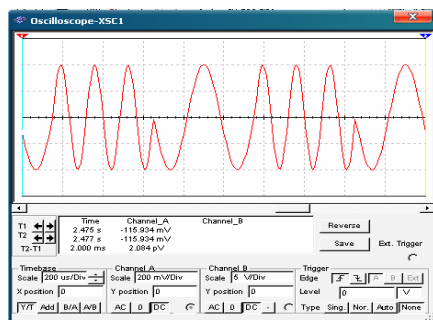

图 5-118 FSK 信号
FSK (键控) 调制信号, 如图 5-118 所示。FSK 调制信号的载波频率为 6kHz、幅度为 800mVpp, 跳跃频率 (FSK 频率) 为 3kHz, 两个输出频率的转换速率 (转换频率) 为 2kHz。具体操作设置如下:
3) 转换速率设定：再次单击“Shift” **Shift** 按钮后，单击“Enter” **Enter** 按钮进行菜单操作，显示屏显示 Menu 后立即显示 A: MOD Menu，单击 **▼** 按钮，显示屏显示 COMMANDS 后立即显示 1: AM SHAPE，单击 **>** 按钮选择 7: FSK RATE，单击 **▼** 按钮，显示屏显示 PARAMETER（参数）后立即显示 ^100.00000Hz，其中 ^ 符号闪动，闪动的位是随机位，不一定是 ^ 符号。单击 **>** 或 **<** 按钮让闪动位成为要调整的位即可，输入 2kHz 转换频率，设置完成后，单击“Enter” **Enter** 按钮保存设置。设置完毕，单击仿真开关，仿真结果如图 5-118 所示。